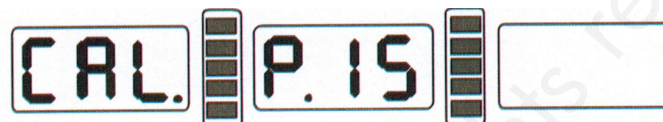

Fig. 8-2
2. Déplacez la jauge en position 0 (zéro), pressez la touche ALU (voir figure 8-2). Pressez la touche STOP ou C pour sortir.